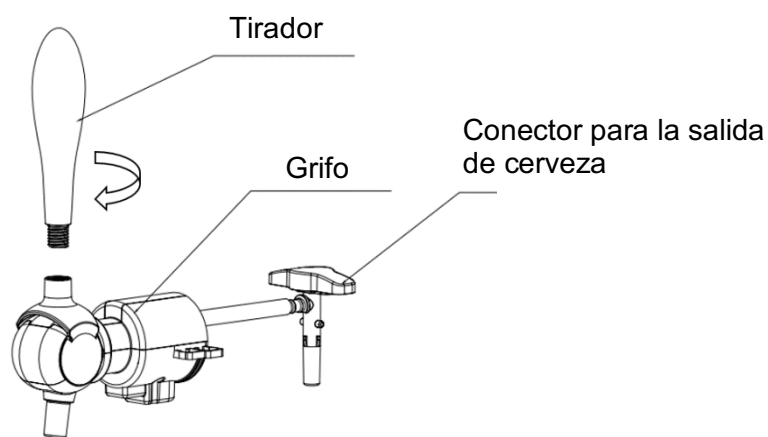

Figura 1
2. Inserte el tirador en su orificio de encaje en el grifo como se muestra en la Figura 1, asegúrese de que ambos extremos ajusten a la perfección.